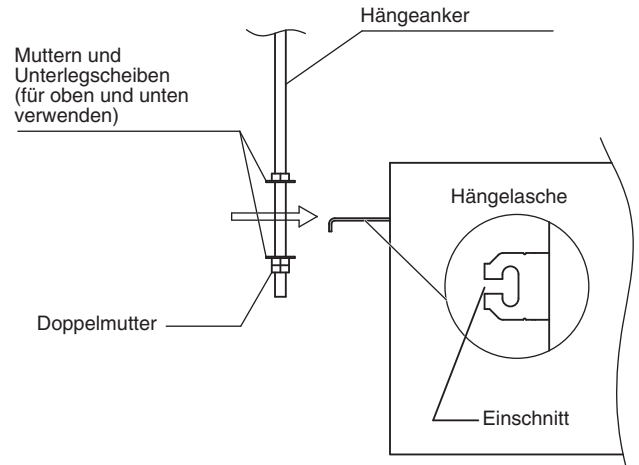

Abb. 3-5
- (3) Die drei Sechskantmutter und die beiden Unterlegscheiben (im Fachhandel erhältlich) auf jeden der vier Hängeanker schrauben. (Abb. 3-5 und 3-6) Je eine Mutter und eine Unterlegscheibe für die obere Seite, und zwei Mutter und eine Unterlegscheibe für die untere Seite verwenden, damit die Einheit nicht von den Hängevorsprüngen abrutschen kann.